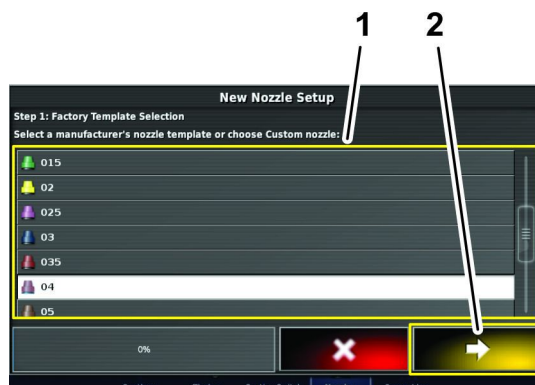

Bild 77
5. Tippen Sie in Schritt 1 des Bildschirms „New Nozzle Setup“ auf das Symbol für die neue Düse, basierend auf der Durchflussmenge oder Farbe, die in der Werksvorlagenauswahl aufgeführt ist (Bild 77).